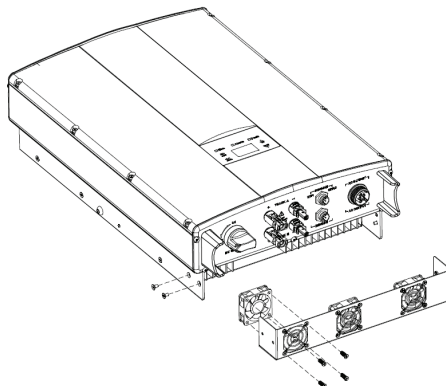

Figure 21: Démontage du boîtier du ventilateur
- (1) Débranchez le disjoncteur CA ;
- (2) Mettez l'interrupteur CC en position "OFF" ;
- (3) Attendez au moins 10 minutes ;
- (4) Débranchez tous les câbles électriques au bas de l'onduleur ;
- (5) Soulevez l'onduleur avec l'aide d'autres personnes et retirez l'onduleur du mur ;
- (6) Placez l'onduleur sur la plate-forme de travail ;
- (7) Démontez le boîtier du ventilateur comme indiqué sur la figure 21 ;